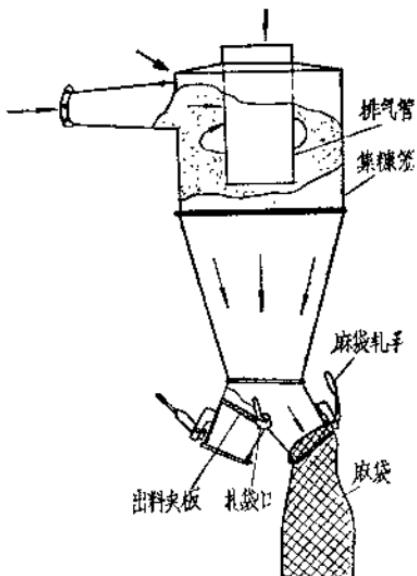

图5 出料部分
#### (4) 出料部分(图5) 出料部分是由集糠籠和扎袋口組成。